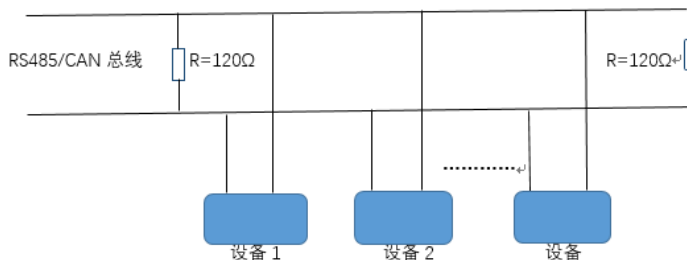

图 26
- 用 RS485、CAN 总线协议连接多台设备的时候，请参照下图 26 的连接方式。